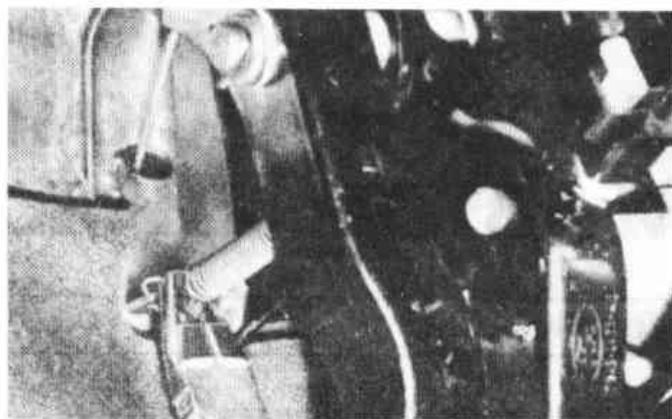

Рис. 5.7. Возвратная пружина педали сцепления (Разд. 8)
2. Отсоедините возвратную пружину педали сцепления (Рис. 5.7).